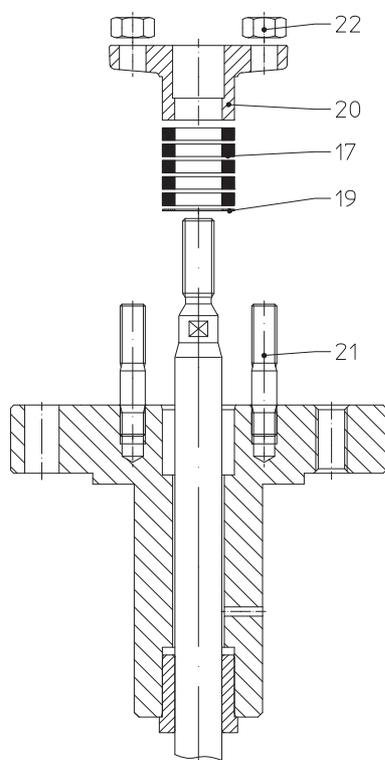

Bild 7: Stopfbuchspackung
- Neuen Packungsring (Pos. 17) einlegen, Einbau gemäß Darstellung Bild 7.